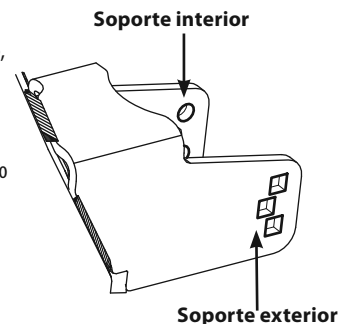

Figura 13
**Nota:** En las ruedas de calibración de la plataforma del lado izquierdo y lado derecho, el tornillo con reborde debe instalarse desde el exterior del tractor hacia adentro, por el orificio cuadrado que está sobre el soporte. En las ruedas de calibración centrales de la plataforma (si se incluyen), el lado del tornillo con reborde del montaje puede instalarse desde cualquier dirección. Consulte la Figura 13.